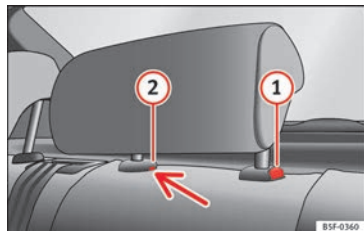

Fig. 150 Appui-tête central arrière : point de déverrouillage.
- Pour régler l'appui-tête à une hauteur inférieure, appuyez sur la touche ① » fig. 150 et déplacez-le vers le bas.
- Appuyez sur la touche ① » fig. 150, en appuyant en même temps sur l'orifice de sécurité ② » fig. 150 avec un tournevis plat de 5 mm de largeur maximum et retirez l'appui-tête.